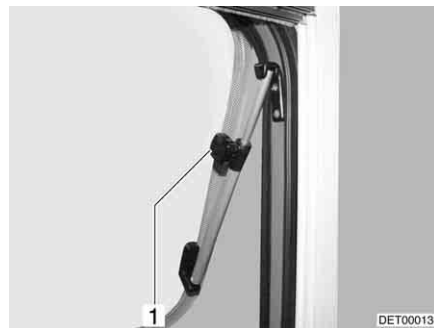

Fig. 80 Ventana abatible con soporte giratorio
- Ventana abatible con soporte giratorio: Abrir la ventana abatible hasta la posición deseada y fijarla con el botón moleteado (Fig. 80,1).
- Ventana abatible con soporte giratorio: Girar el botón moleteado (Fig. 80,1) hasta que se libere el bloqueo.